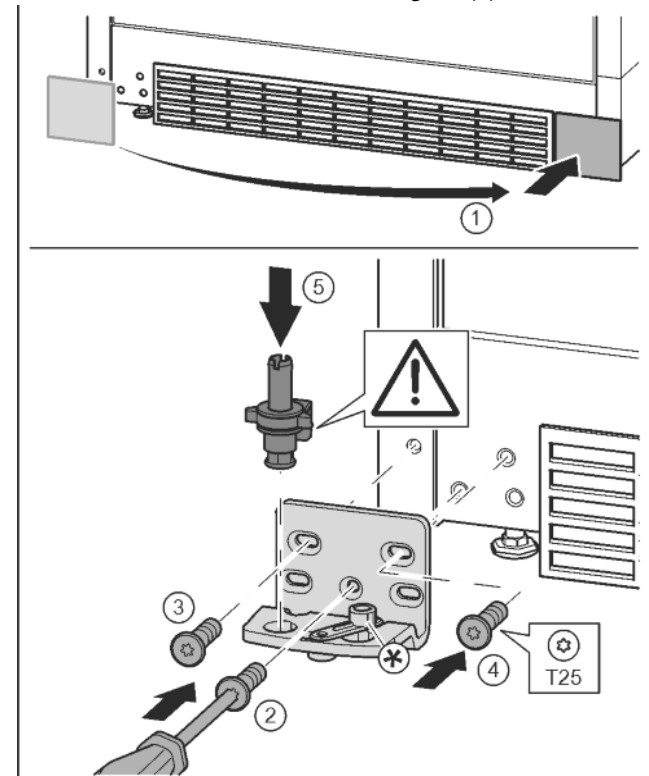

Fig. 17
- ▶ Asportare la copertura e applicarla sull'altro lato. Fig. 17 (1)
- ▶ Applicare il blocco di supporto sull'altro lato e avvitare con un cacciavite T25. Iniziare dalla vite 2 centrale in basso. Fig. 17 (2)
- ▶ Serrare la vite 3 e 4. Fig. 17 (3, 4)
- ▶ Inserire completamente il perno di supporto. Prestare attenzione che l'arresto sia rivolto verso il lato posteriore. Fig. 17 (5)